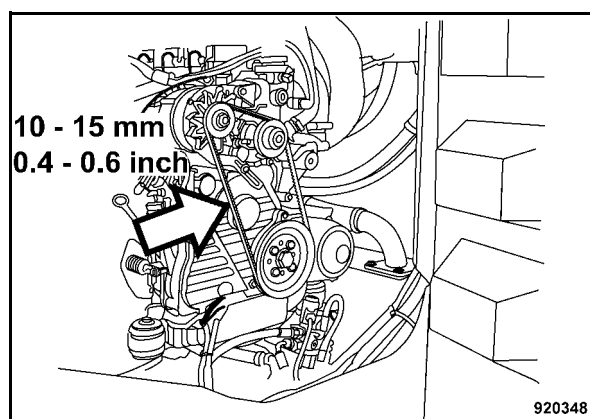

Fig. 167
- Premendo con un dito controllare se la cinghia trapezoidale, tra le pulegge a gole, può essere premuta al massimo per 10 fino a 15 mm (Fig. 167), se necessario, tendere la cinghia trapezoidale.